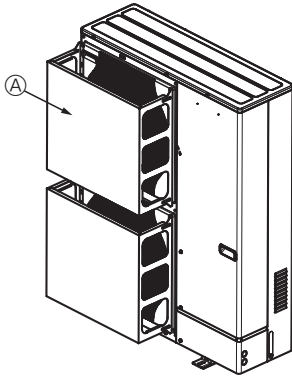

Fig. 2-4
- ② Installeer een optionele luchtbeschermingsgeleider als de unit is geïnstalleerd op een plek waar sterke winden van een tyfoon enz. rechtstreeks de luchtuitlaat kunnen binnendringen. (Fig. 2-4)